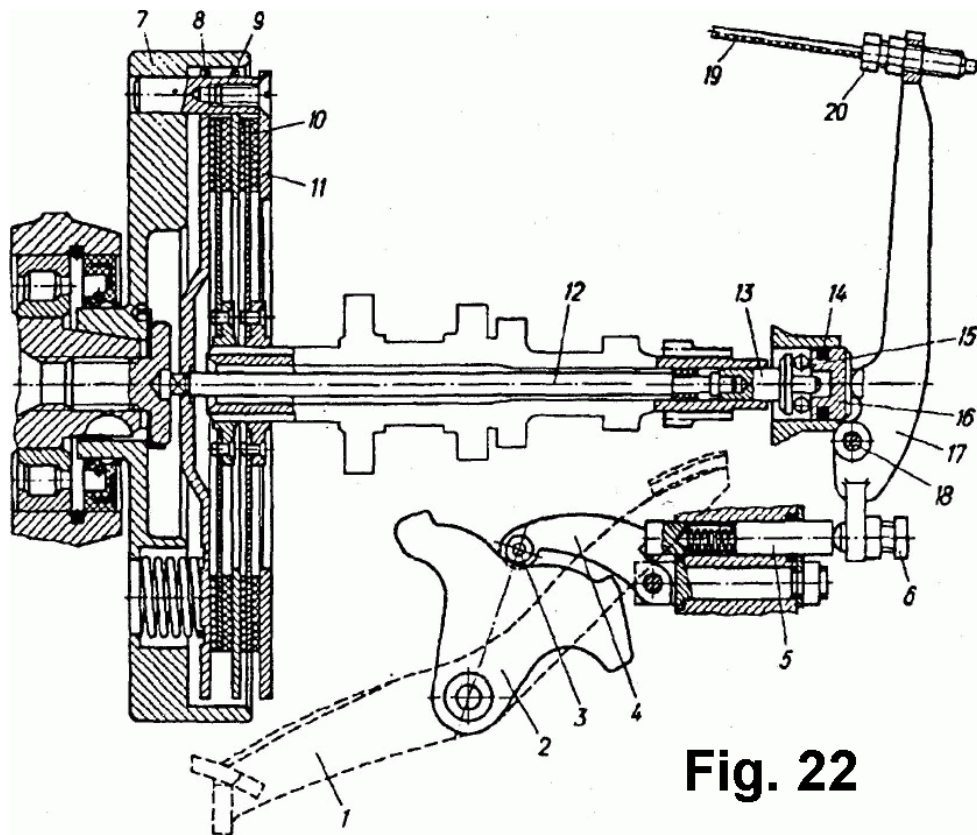

Fig. 22
Ambreiajul este format din parti conducatoare si tractate si mecanismul de decuplare ambreiaj. Volantul 7 (fig 22) antreneaza partile conducatoare ale ambreiajului si discurile de apasare 8, intermediar 9 si cel de presiune 11, care sunt instalate pe stifturile volantului. In centrul discului de apasare este un locas patrat in care se fixeaza tija 12 de decuplare a ambreiajului. Discul de presiune este fixat pe stifturile volantului. Partile conduse ale ambreiajului constau din doua discuri 10, pe care sunt lipite doua discuri de ferodou. Aceste discuri sunt solidare cu arborele primar al cutiei de viteze. La cuplare si decuplare, ambreiajul trebuie actionat lent pentru protejarea lui si protejarea transmisiei. El este comandat de la maneta mainii stangi si de la piciorul stang odata cu actionarea pedalei de schimbare a vitezei.
La schimbarea vitezei manivela-maner 2 (fig.22) rotindu-se într-o direcție sau alta, ridică sectorul lung al manerului interior (poz.4) aflat în spațiul carterului cutiei de viteze. Sectorul scurt al acestui maner influențează tija intermediară (poz.5) care, cu capatul exterior apasă boltul de reglare (poz.6) al manerului exterior (poz.17) de decuplare a ambreiajului. Manerul exterior, balansând pe osia baladoare 16, rulmentul 15, capul 13, influențează stiftul 12 de decuplare a ambreiajului.
1. se scoate levierul mecanismului de pornire, levierul decuplării ambreiajului, bucsa 16 (fig.22), rulmentul din fața bucsii, capul tijei 13. Se scoate discul (tija?) cuplajului.